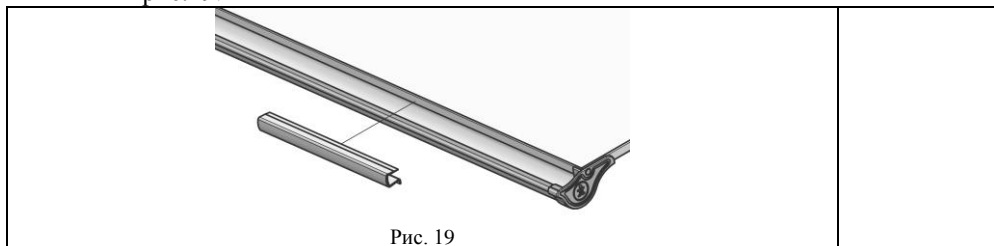

Рис. 19
4.5.7. На столешницу надеть линейку с упором (поз. 1, пакет №2) согласно рис.19.